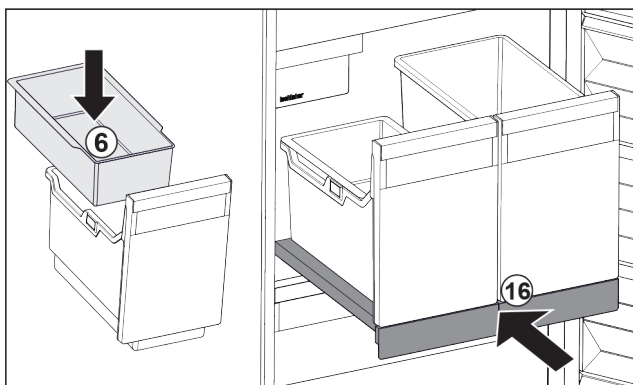

Fig. 25
- ▶ Włożyć półkę zawieszoną Fig. 25 (6) na kostki lodu.
- ▶ Wsunąć wysuwaną półkę z pojemnikiem (IceTower). Fig. 25 (16)